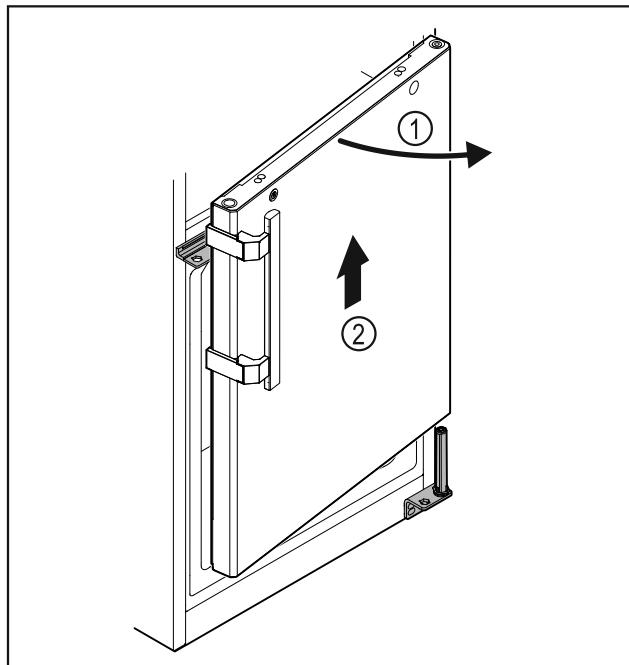

Fig. 28
- Отворете леко вратата Fig. 28 (1), повдигнете приблизително 200 mm право нагоре и я свалете Fig. 28 (2).